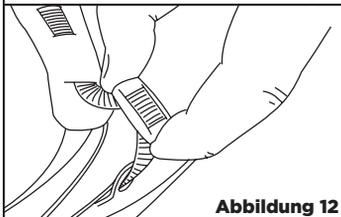

Abbildung 12
- 3 Um die Weite anzupassen, ziehen Sie einfach den Plastik Schieber von einer Seite zur anderen bis der Riemen lockerer wird. Um den Riemen enger zu machen, nehmen Sie einen Teil des Riemens und schieben Sie den Plastik Schieber nach unten Richtung Mundschutz. Hierdurch wird der Riemen enger. [Siehe **Abbildung 12**]